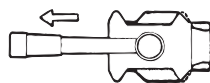

Fig. 14
- För tillbaka spaken till neutralläge och fortsätt som fig. 14 & 15.